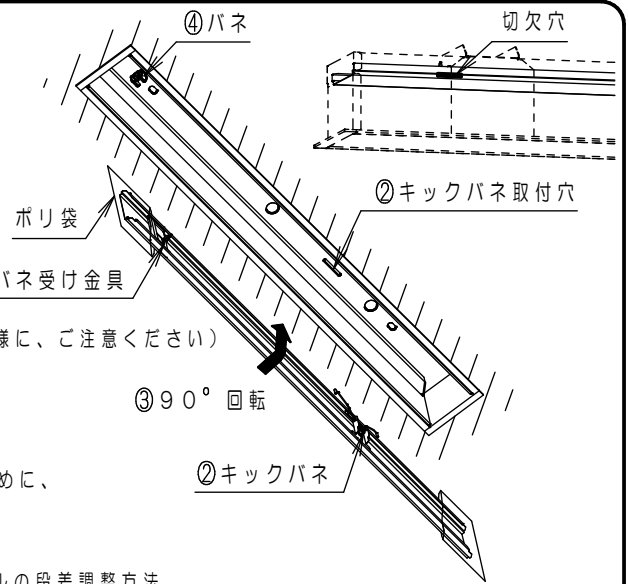

図1 施工手順
- ・連結の場合、本体・反射板の取付けには順番があります。連結右用から、順に取付ける。（図1 施工手順参照）取付後、本体同士のスキマを防止するために、寄せ合いながら取付ける（推奨トルク：0.8N・m）。